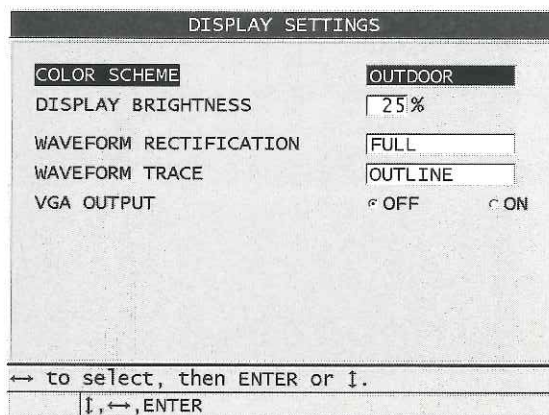

図 4-3 DISPLAY SETTINGS (表示設定) 画面
2. **DISPLAY SETTINGS (表示設定)** 画面 (48 ページ図 4-3 参照) で、希望のパラメータおよび以下のパラメータの値を選択します。